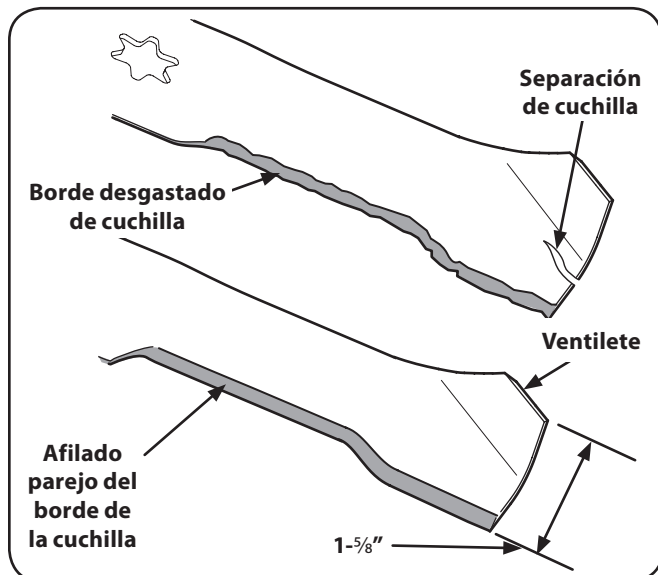

Figura 7-3
**NOTA:** Si el borde de corte de la cuchilla ya ha sido afilado hasta 1-5/8" del borde, o si existe una separación de metal, reemplace las cuchillas por otras nuevas. Vea la Figura 7-3.